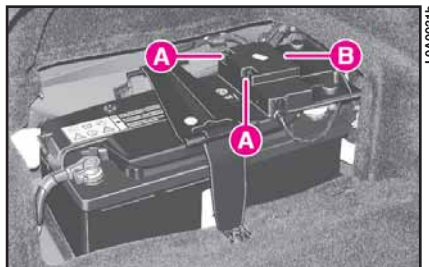

fig. 2
4) Presione sobre las aletas A (fig. 2) y quite la tapa B.